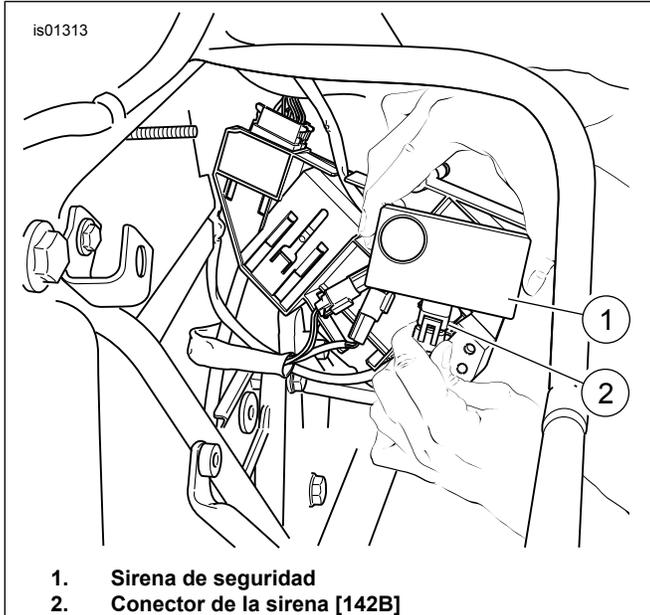

Figura 12. Inserción del conector de la sirena (FL Touring 2002 a 2007)
- Vea Figura 12. Inserte el conector de la sirena de seguridad [142B] (2) dentro del receptáculo de la caja de la sirena hasta que el conector enganche firmemente.